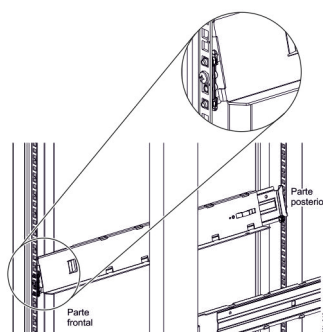

Figura 38. Montaje de los rieles en los conectores
- d. Monte el riel de montaje de bastidor LH en los conectores. Consulte Figura 38.